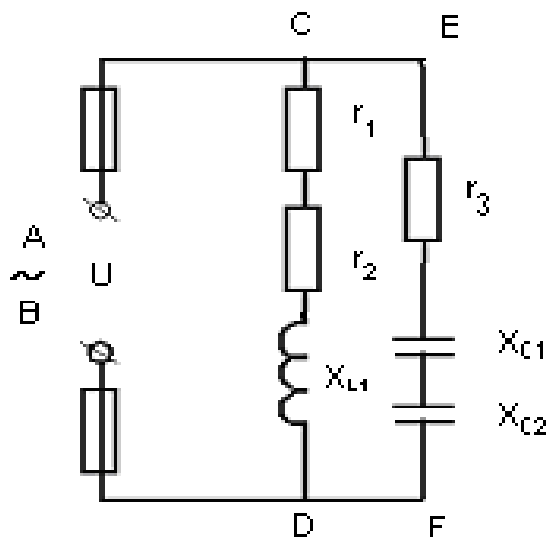

Рис.42
**Пример 2.** В разветвленной цепи переменного тока (рис.42),  $r_1 = 2$  Ом,  $r_2 = 4$  Ом,  $r_3 = 4$  Ом,  $X_{L1} = 8$  Ом,  $X_{C1} = 1$  Ом,  $X_{C2} = 2$  Ом. Напряжение  $U = 220$  В. Определить: